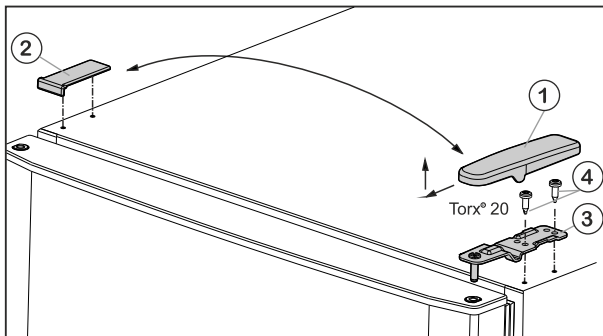

Fig. 5
- ▶ Estrarre la copertura Fig. 5 (1) tirandola in avanti e verso l'alto.
- ▶ Staccare la copertura Fig. 5 (2).
- ▶ Svitare il blocco di supporto superiore Fig. 5 (3) (2 x Torx® 20) Fig. 5 (4) ed estrarre tirando verso l'alto.
- ▶ Inserire il blocco di supporto superiore Fig. 5 (3) sul nuovo lato della cerniera nella porta.
- ▶ Avvitare il cuscinetto di supporto superiore **saldamente (con 4 Nm)** (2 giri con chiave Torx® 20) Fig. 5 (4). Eventualmente utilizzare un avvitatore a batteria.
- ▶ Applicare il coperchio Fig. 5 (1) sul lato opposto dall'esterno e bloccarlo.
- ▶ Applicare il coperchio Fig. 5 (2) sul lato opposto dall'alto e bloccarlo.